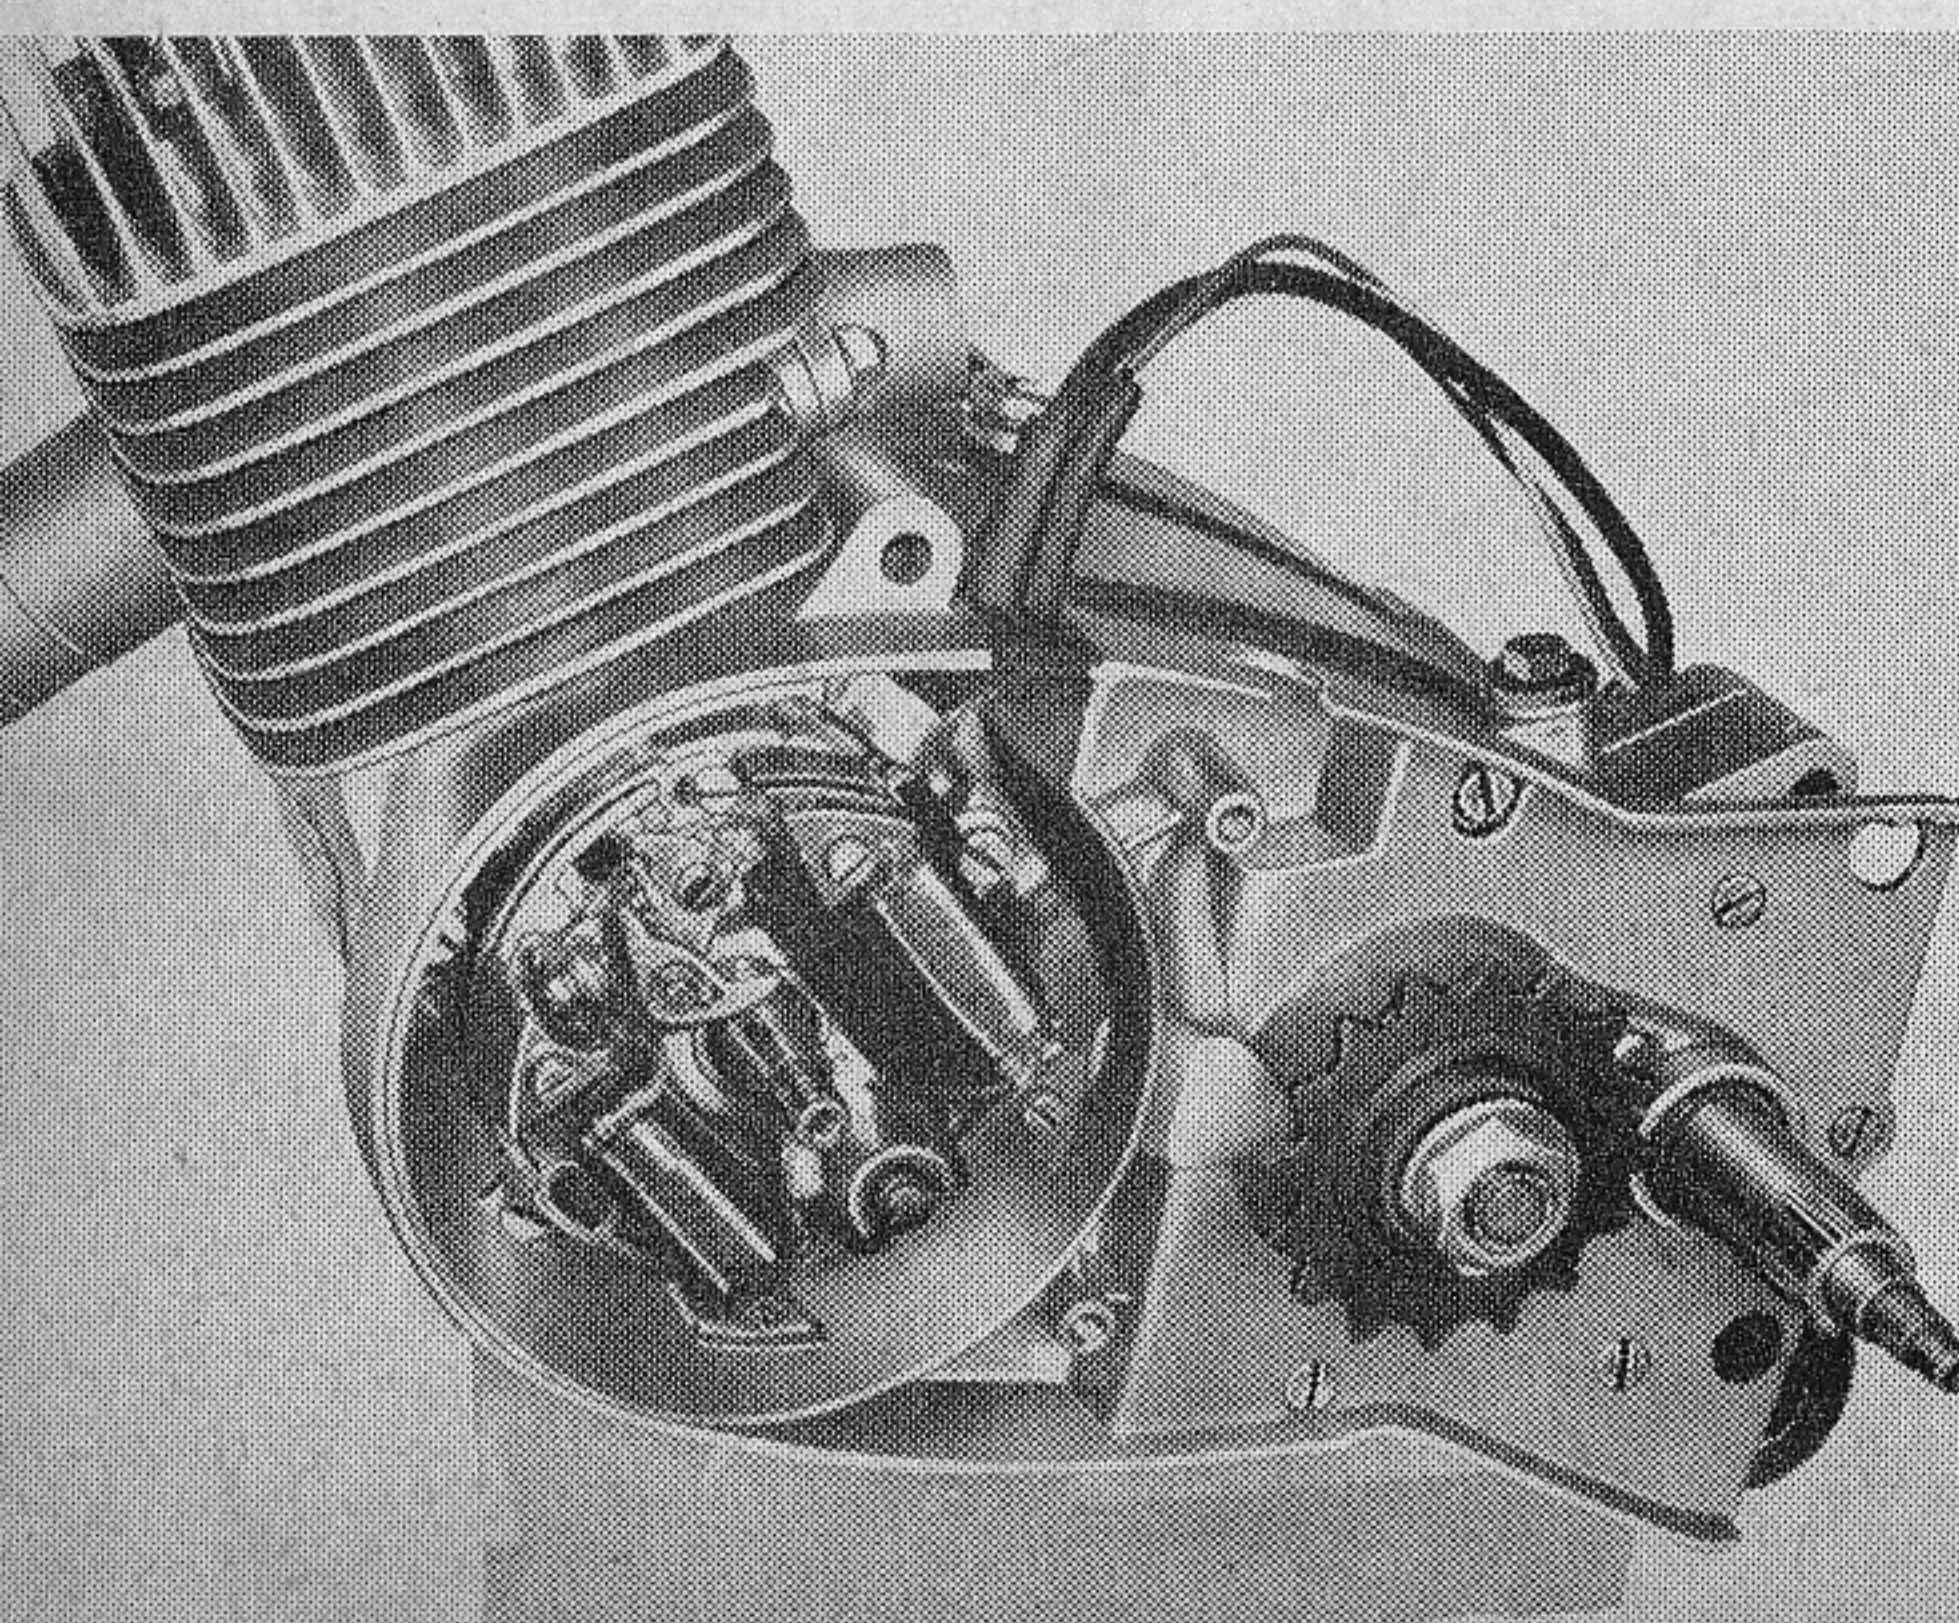

Bild 90
**Achtung!** Keil darf dabei nicht wieder aus seiner Nut geschoben werden. Befestigungsmutter aufschrauben u. mit Steckschlüssel anziehen. Dabei mit Halteschlüssel SK-A 251 am Polrad gegenhalten (Bild 90).